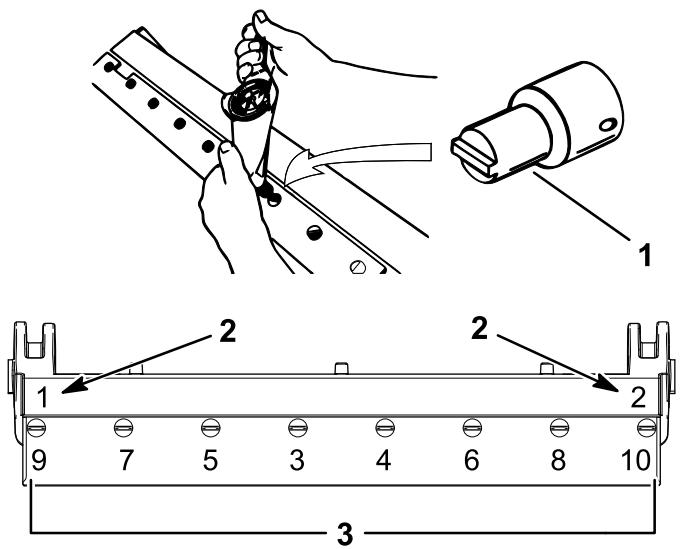

図 40
4. 外側の 2 本のねじを  $1 \text{ N}\cdot\text{m}$  ( $1.15 \text{ kg}\cdot\text{m}$  =  $10 \text{ in-lb}$ ) にトルク締めする図 40を参照。
5. ベッドナイフの中央から作業し、ねじを  $2328 \text{ N}\cdot\text{m}$  ( $2.53.0 \text{ kgm}$ ) のトルクで締める。図 40を参考方。